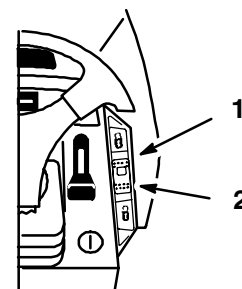

Bild 15
Ein 3-Positions-Schalter auf dem Armaturenbrett (Bild 15) mit den folgenden Funktionen: Verklint-EIN (unter Federdruck), EIN und Entriegeln-AUS. Der Tempomat regelt die Fahrpedalstellung ohne Fußdruck. Die Geschwindigkeitsregelung dient nur dem Einsatz während der Vorwärtsfahrt. Benutzen Sie den Tempomaten nie im Rückwärtsgang.
1. Beginn der Traktorfahrt: siehe Vorwärts- und Rückwärtsfahren, Seite 17. Schieben Sie, während Sie den Fuß mit gleichbleibendem Druck auf das Fahrpedal drücken, den Tempomatschalter (Bild 15) auf "Verklint-EIN".
1. Bewegen Sie, während Sie den Fuß mit gleichbleibendem Druck auf das Fahrpedal drücken, den Tempomatschalter (Bild 15) auf "Entriegeln-AUS".